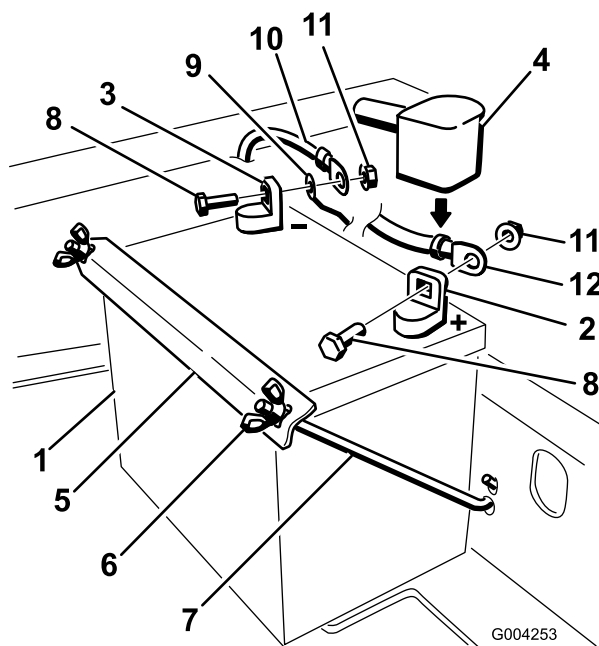

Figura 36
4. Primero desconecte el cable negativo de la batería y el cable de tierra del borne negativo (–) de la batería (Figura 36).
5. Retire la cubierta de goma roja del borne positivo (rojo) de la batería. Luego retire el cable positivo (rojo) de la batería (Figura 36).
6. Retire ambas tuercas de orejeta (1/4 inch) que fijan la brida de la batería (Figura 36).
1. Coloque la batería en la bandeja, con los bornes hacia el motor (Figura 36).
4. Sujete los cables con 2 pernos (1/4 x 3/4 pulgadas), 2 arandelas (1/4 inch), y 2 contratuercas (1/4 inch) (Figura 36).
6. Fije la batería con pernos en J, una brida de sujeción y 2 arandelas (1/4 inch), y 2 tuercas de orejeta (1/4 inch) (Figura 36).